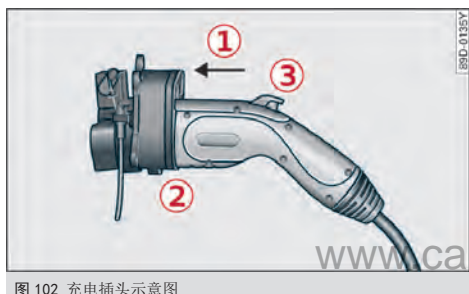

图 102 充电插头示意图
请将充电插头平行地插入充电插座⇒图 102①。
请将充电插头完全插入充电插座⇒图 102②。
请确保充电插头上的按键处于弹起状态⇒图 102③。